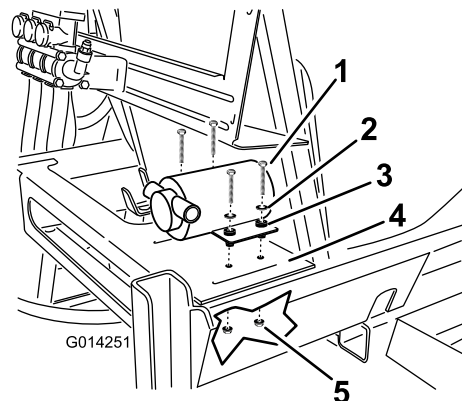

Figure 19
1. Fixez la pompe de rinçage au cadre de la cuve sur la plate-forme, sur le côté arrière droit de la cuve principale au moyen de 4 boulons, 4 rondelles et 4 contre-écrous (Figure 19).